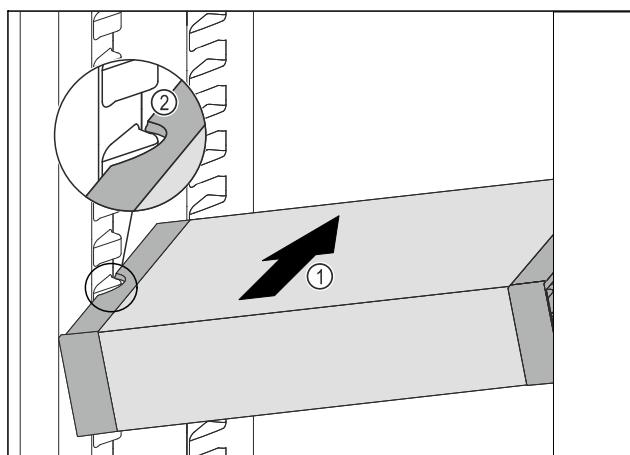

Fig. 92
- ▶ Împingeți VarioSafe oblic în frigider Fig. 92 (1), până când degajările laterale Fig. 92 (2) ale VarioSafe se află la înălțimea nervurii recipientului din frigider.